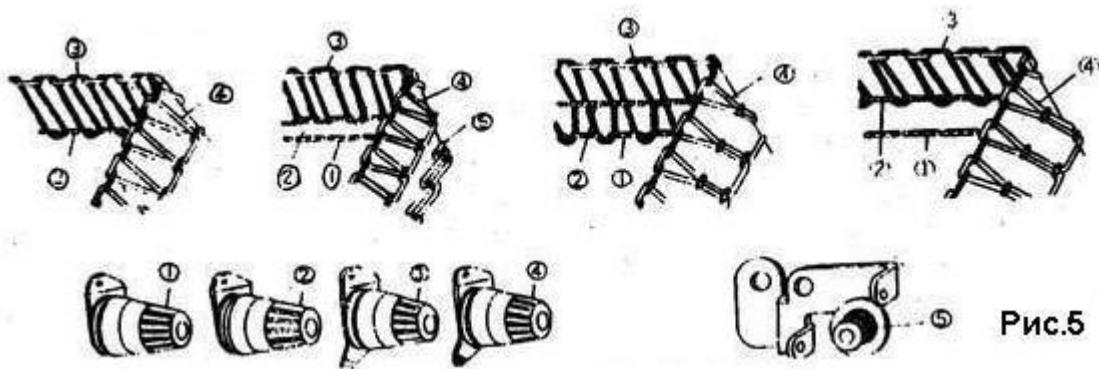

Рис.5
(1) Регулировка натяжения нити гайками, Рис. 5.